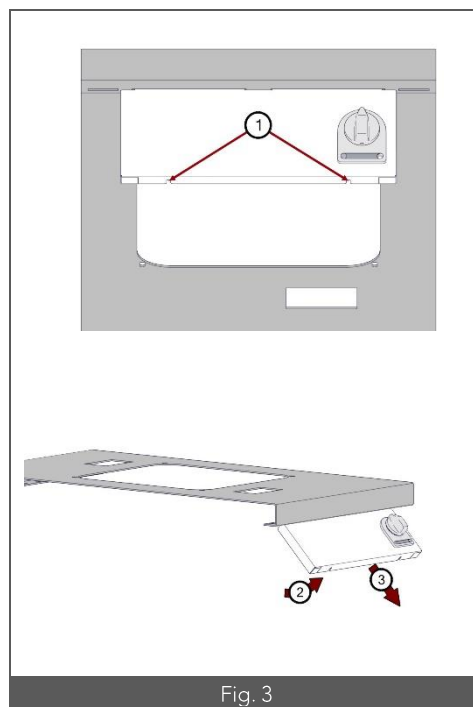

Fig. 3
- Déposer les deux vis dont l'emplacement est indiqué ci-contre (Fig. 3 – Rep. 1).
- Incliner le panneau tout en le tirant vers le bas (Fig. 3 – Rep. 2 et 3).